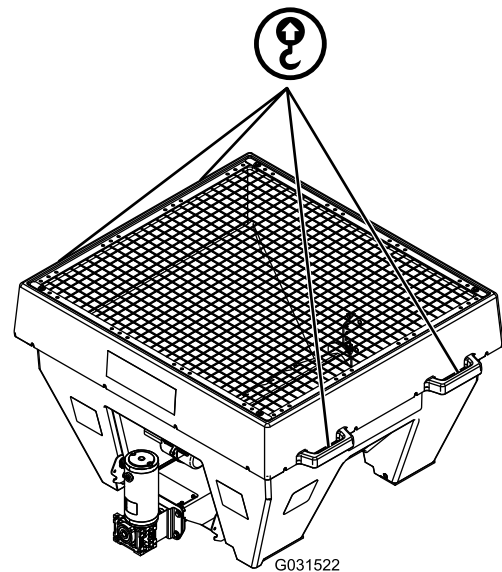

Bild 4
2. Heben Sie den Streuer an den Hebepunkten (**Bild 4**) auf die Ladepritsche des Nutzfahrzeugs und positionieren Sie ihn dort mittig.